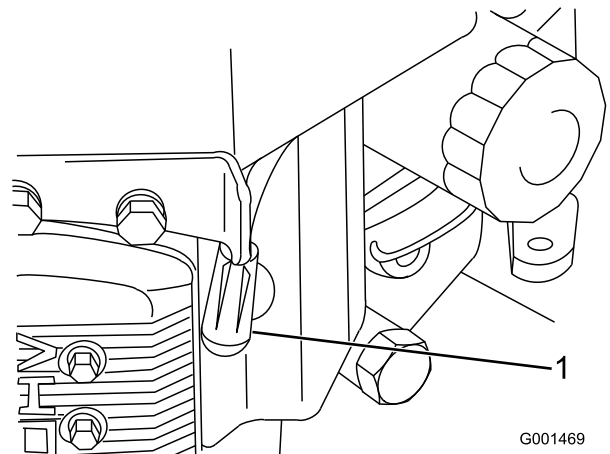

Bild 26
3. Klemmen Sie das Zündkabel von der Zündkerzen ab (Bild 26).